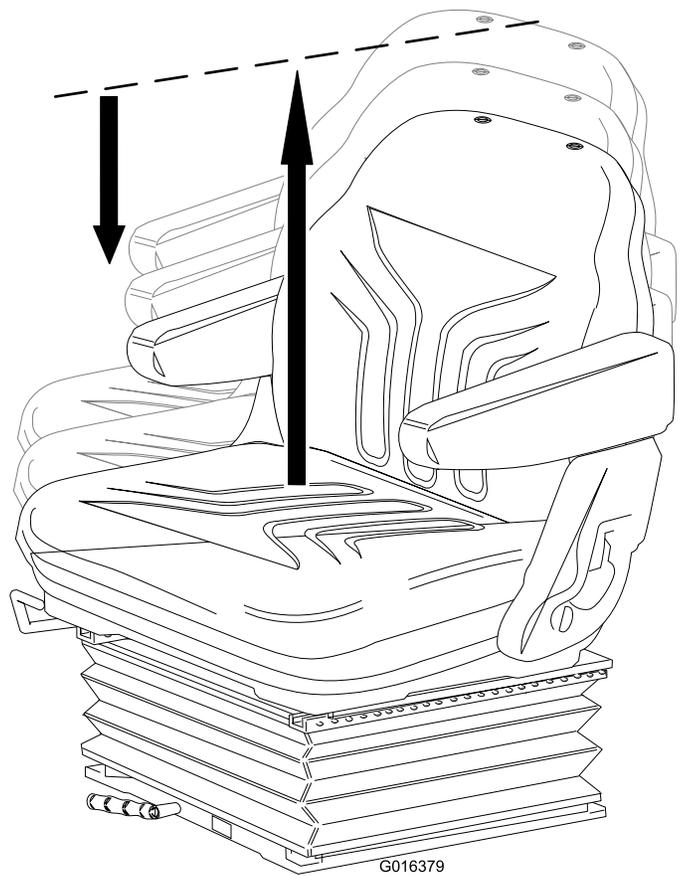

**Figura 8**
- **Regolazione della sospensione:** Ruotate la maniglia in senso orario per aumentare la resistenza della sospensione e in senso antiorario per diminuirla. Il quadrante indica quando viene raggiunta la regolazione ottimale della sospensione in base al peso dell'operatore (Figura 8).